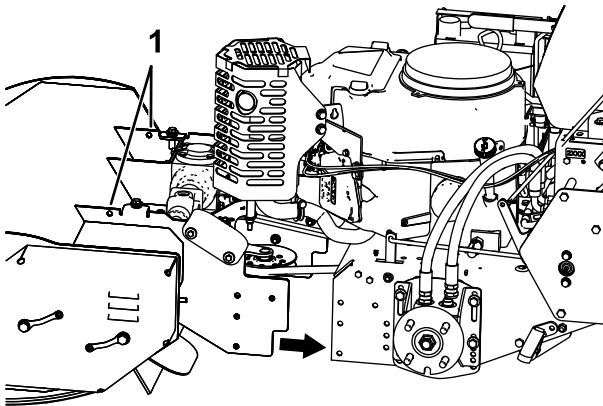

Bild 3
7. Nehmen Sie die obere Abdeckung am Schlegel und an der Stange des Zapfwelleneinkupplungsgestänges ab, bevor Sie den Schlegel anheben und richtig gegen die Zugmaschine positionieren (**Bild 3**).